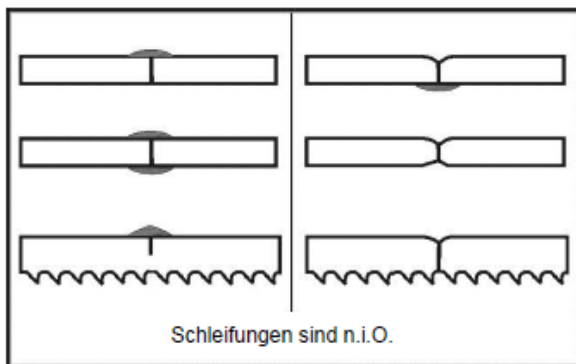

Abb. 21
6. Der geschweißte Abschnitt muss gleich dick wie der Rest des Sägeblattes sein, andernfalls schleifen Sie überschüssiges Nahtmaterial mit der Schleifmaschine ab (Abb. 20). Abb. 21 zeigt falsche Schleifungen.